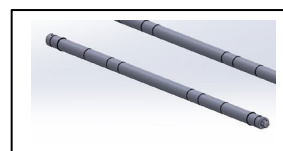

Figure 10
O. TIGE DE PELLICULE à prise automatique : La tige de pellicule permet d'installer un rouleau de pellicule standard dans la contrecolleuse Pinnacle 27. (Figure 10)